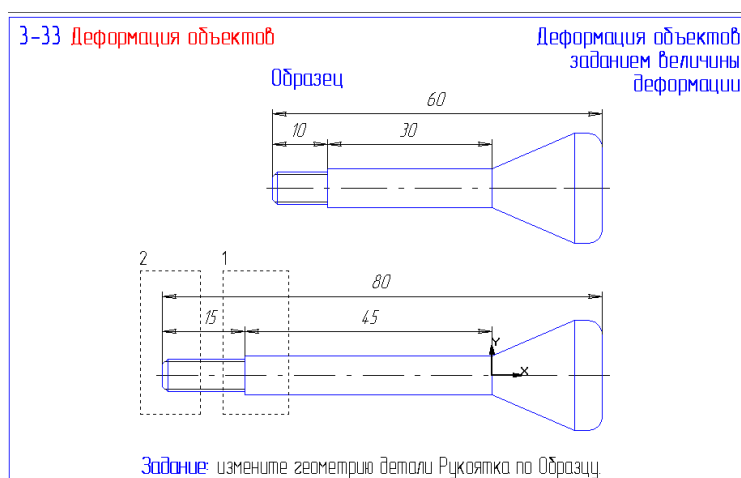

Рис. 39
41. Откройте файл фрагмента 3-33 (рис. 39). Освойте команду редактирования **Деформация сдвигом**. Особенностью данной команды заключается в том, что она не требует предварительного выбора объектов. После активизации команды необходимо задать прямоугольную рамку, которая должна захватить деформируемую область. Выполните задание сформировав сначала рамку 1, а затем рамку 2, задавая каждый раз величину деформации в полях строки параметров. Результат сохраните.